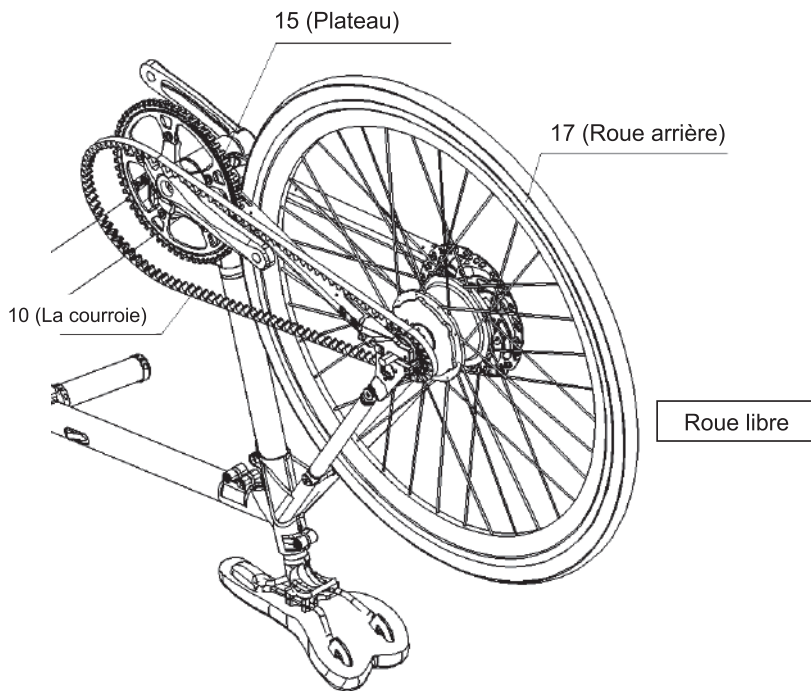

Figure 30-2.
e. Tournez la pièce 10 vers le haut et recouvrez la roue libre de la roue arrière de sorte que le centre de la pièce 10 s'engage avec le centre de la roue libre, comme illustré à la Figure 30-2.